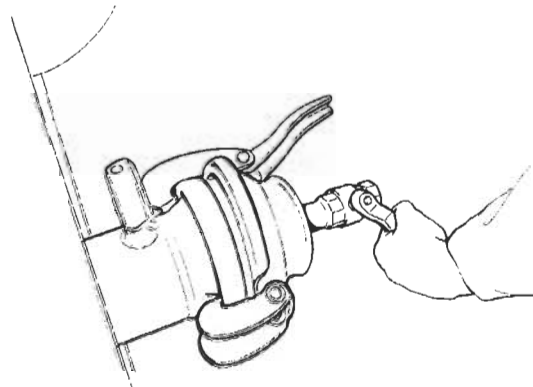

fig. 1
4) Chiudere una entrata d'acqua del tubo zincato di alimentazione con il tappo (fig.1).